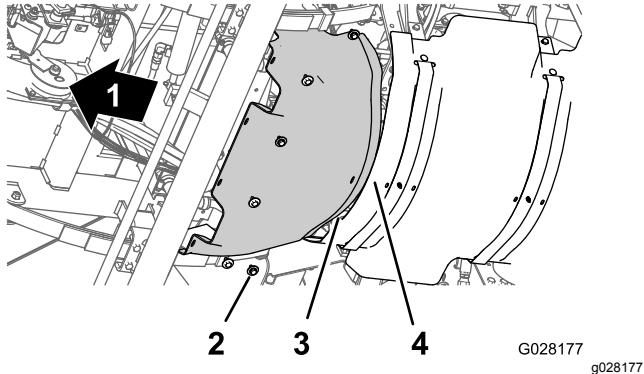

Bild 42
1. Fluchten Sie den hinteren Flansch des vorderen Wärmeschutzblechs über dem vorderen Flansch des hinteren Wärmeschutzblechs aus (Bild 42).
2. Fluchten Sie die Löcher im vorderen Wärmeschutzblech mit den Gewindelöchern im Chassis aus (Bild 42).
3. Befestigen Sie das vordere Wärmeschutzblech mit den sechs Sechskantschrauben und sechs Scheiben (Bild 42), die Sie in Schritt 4 von Entfernen des vorderen Wärmeschutzblechs (Seite 43) entfernt haben, an der Maschine.